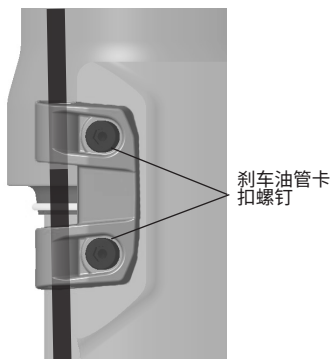

图 5: 安装刹车油管卡扣螺钉
2. 沿前叉左下管内侧布设刹车油管/线管。然后, 将刹车油管安装到刹车油管卡扣的开口处。确认刹车油管内侧线路长度足够, 以避免前叉压缩时上管与油管接触。使用 2.5 mm 六角扳手较松地安装两个刹车油管卡扣螺钉(图 5), 便于在后面的步骤中进一步调整松紧度。